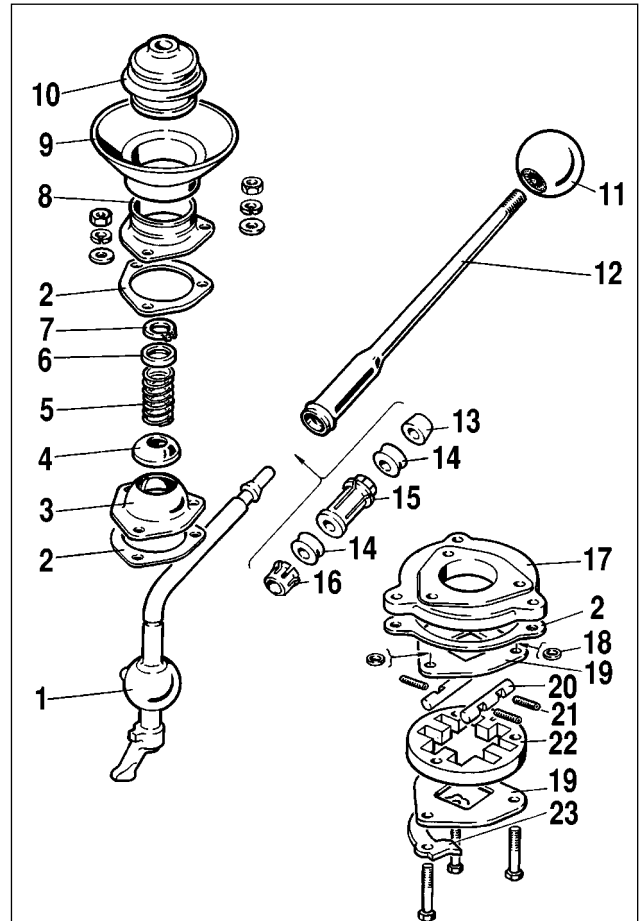

Fig. 3-33. Eléments du levier et du mécanisme de sélection de vitesse:
- enlever la gaine de protection 10 (fig. 3-33), des bagues d'arrêt et d'appui 6 et 7, le ressort 5 et la rondelle à portée sphérique 4 d'un levier de changement des vitesses;